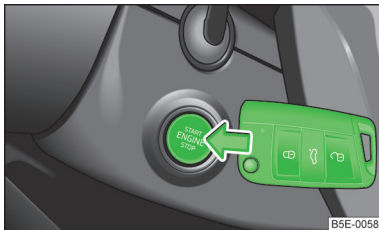

Abb. 118
- › Den Starterknopf  » Abb. 118 drücken und danach den Schlüssel an den Starterknopf halten.
Beim Motornotstart muss der Schlüssel mit dem Schlüsselbart zum Starterknopf zeigen  » Abb. 118.